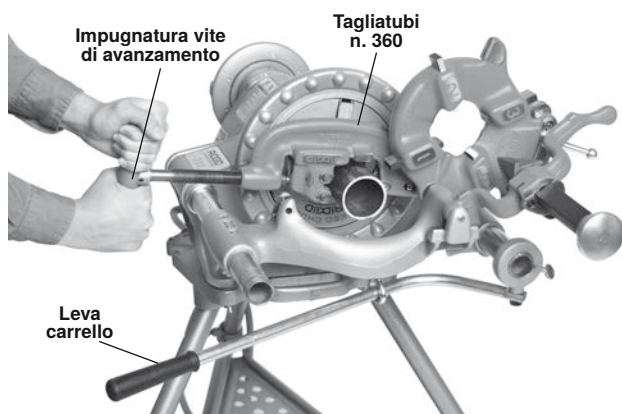

Figura 21 – Taglio con Tagliatubi n. 360
4. Con entrambe le mani, afferrare l'impugnatura di avanzamento del tagliatubi (Figura 21).